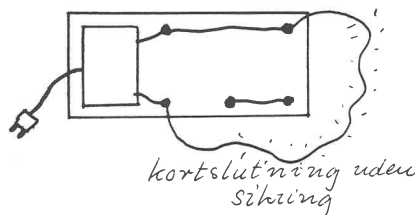

Fig. 5
a) Transformeren kortsluttes ved hjælp af en tynd, isoleret monteringstråd (fig. 5). Tråden bliver varm. Dernæst brænder isolationen, tråden gløder og smelter over. Transformeren tåler kortvarig kortslutning.